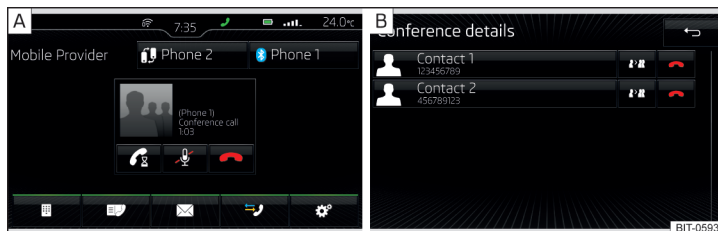

Fig. 212 Conferencia / Detalles de conferencia
► Durante la conferencia actual pulsar la superficie funcional  » fig. 212 - [A].
Se muestra una lista de los otros participante de la conferencia. En función del tipo de teléfono se pueden seleccionar la funciones siguientes » fig. 212 - [B].